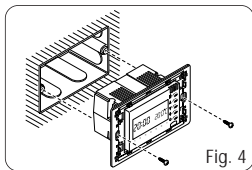

Fig. 4
- Fixe a estrutura à caixa de parede por meio dos dois parafusos fornecidos (fig. 4) respeitando a indicação PARA CIMA.